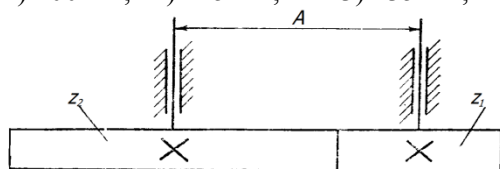

рис. 5.3.
47. Определить расстояние между осями нормальных прямозубых колес  $A$  (рис. 5.3.), если известно, что модуль  $m=5$  мм и числа зубьев колес  $z_1=20$  и  $z_2=40$ .